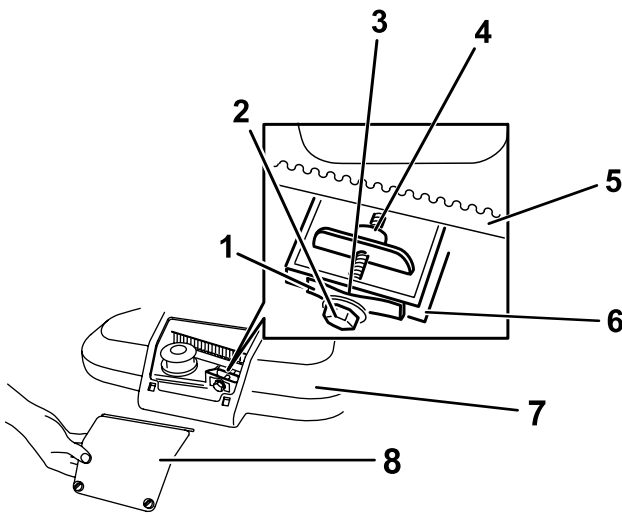

Bild 34
1. Lösen Sie die zwei Schrauben an der Zugangsplatte für die Riemenabdeckung und nehmen die Platte ab (Bild 34).
Hinweis: Wenn ein sichtbarer Abstand zwischen der Fühlerlehre und der Feder besteht, ziehen Sie die Einstellschraube und Mutter an, bis die Fühlerlehre nur schwer in den Abstand eingeschoben oder herausgezogen werden kann (Bild 34).